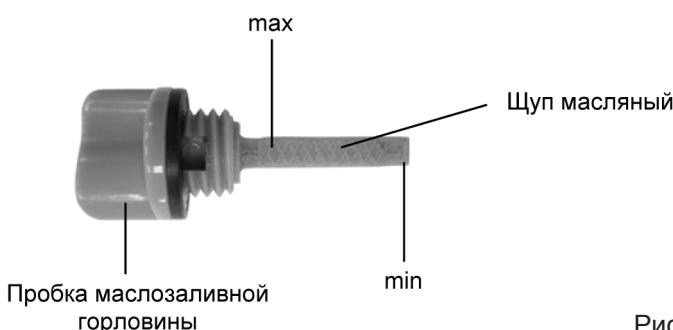

Рис. 10
3. Извлеките щуп и проверьте уровень масла. Он должен находиться между верхней и нижней отметкой контрольного щупа ближе к верхней отметке (max) (Рис.10). В случае необходимости долейте свежее моторное масло